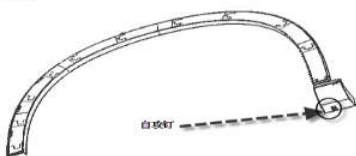

图 6-3-1 前轮眉的拆卸示意图
- (1) 将轮眉与左右前轮挡泥板共用的自攻钉用十字起拆下，如图 6-3-1 所示；
- (2) 剩下为卡脚和卡扣配合，由靠近保险杠位置开始拆卸，依次往外方向(垂直车门方向)拉出；